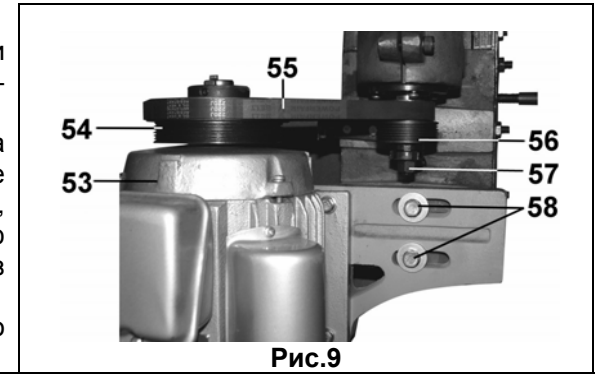
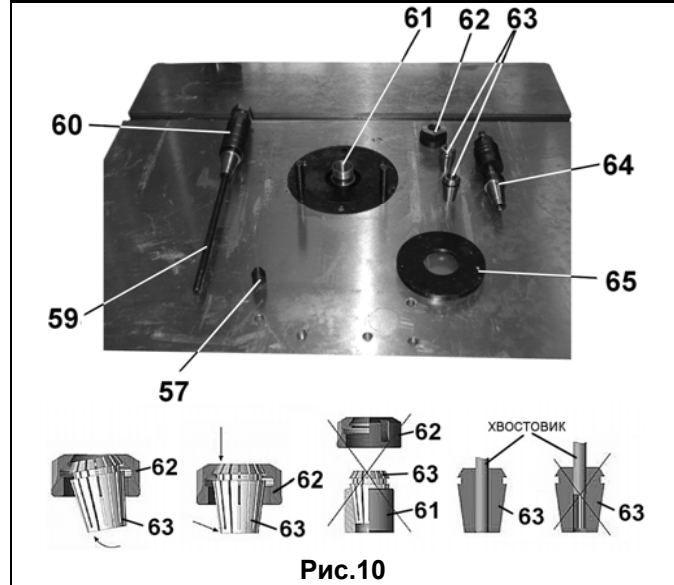

Рис.9
Рис.10
8.5.1. На станке предусмотрена замена вставки шпинделя (60 или 64) или установка цангового зажима для установки фрез (66) с цилиндрическим хвостовиком, Рис. 10, 12.
8.5.2. Ключом (не комплектуется) открутите на два – три оборота гайку (57), Рис.9. Лёгкими ударами деревянного молотка по гайке (57) выведите из посадочного места конус вставки шпинделя (60), Рис.9,10. Скрутите гайку (57) Рис.9. Извлеките шпиндельную вставку (60) со шпилькой (59), Рис.10. Шпильку (59) выкрутите из вставки шпинделя (60), Рис.10.
8.5.3. Для замены вставки шпинделя (60) шпильку (59) вкрутите во вставку шпинделя (64).
В конусное отверстие шпинделя (61) вставьте шпильку (59). Положение вставки шпинделя (64) надёжно закрепите гайкой (57), Рис.9,10.
8.5.4. Заведите цангу (63) канавкой с одной стороны за буртик колпачковой гайки (62). Надавите на цангу (63) в направлении стрелки до щелчка. Вставьте хвостовик инструмента и накрутите гайку на шпindel (61).
9.1.8. Определите необходимую скорость вращения шпинделя для предстоящей обработки заготовки. Для изменения частоты вращения шпинделя ослабьте два болта (58), переместите электродвигатель (53) в сторону шкива шпинделя (56) и установите ремень передачи (55) в одно из двух положений. Верхнее положение ремня передачи (55) на шкивах (54 и 56) соответствует частоте вращения =8300об/мин., нижнее положение ремня передачи (55) на шкивах (54 и 56) соответствует частоте вращения =5800об/мин. Переместите электродвигатель (53) в сторону натяжения ремня передачи (55), зафиксируйте положение электродвигателя (53) двумя болтами (58). Чрезмерное натяжение ускорит износ ремня передачи (55), Рис.9.